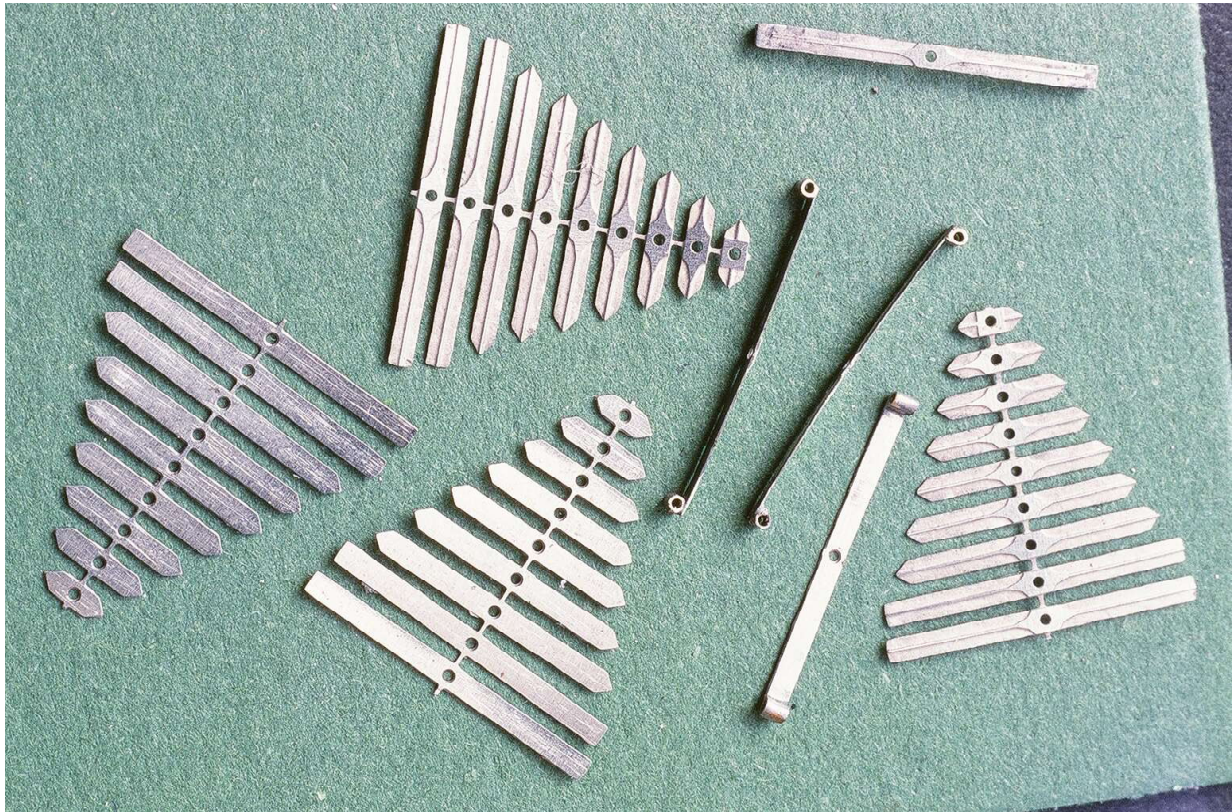

Abb. 4
- 1 Satz Schaken (Laschen) aus Stahl, angeätzt und durchgeätzt, a) je 2 Augen Ø 0,4 mm [Abb. 4], oder (b) oval. Bezugsquelle: D.I.T.
Die selbstgebauten Röhrchen schließen zur Sichtseite und zur Innenseite des Wagens hin bündig mit den Hauptfederblättern ab. Zeit, es mit der ersten Schake zu probieren. Diese Szene zeigt [Abb. 4]. Klaus-Dieter Pfennig hat die Schaken an der Sichtseite anätzen lassen, so dass sie den charakteristischen Kragen aufweisen und sich mit Außendurchmesser 0,7 mm auch um eine Winzigkeit vom Kopf der Mikroniete unterscheiden. Das macht ein vorzügliches Bild.